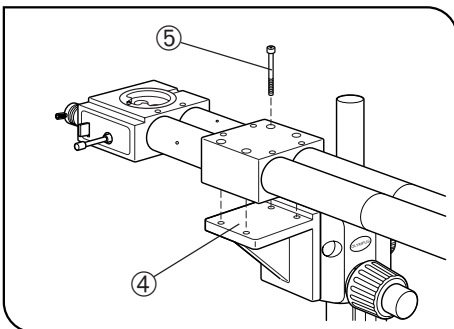

Abb. 8
3. Die Schwalbenschwanzaufnahme ② an der Fokussiereinrichtung mit der Schwalbenschwanzaufnahme ③ an der seitlichen Diskussions-einrichtung SZX-SDO ausrichten und vorsichtig einführen. (Abb. 8)
6. Die seitliche Diskussions-einrichtung SZX-SDO so auf die Aufnahme ④ aufsetzen, dass der zweite Betrachter rechts sitzt (wie in Abbildung 8 gezeigt). Die vier mit der Einrichtung SZX-SDO gelieferten Feststellschrauben ⑤ in die vier Schraubenbohrungen einsetzen und mit dem großen Sechskant-Steckschlüssel, der mit der SZX-SDO geliefert wurde, anziehen. (Abb. 8)